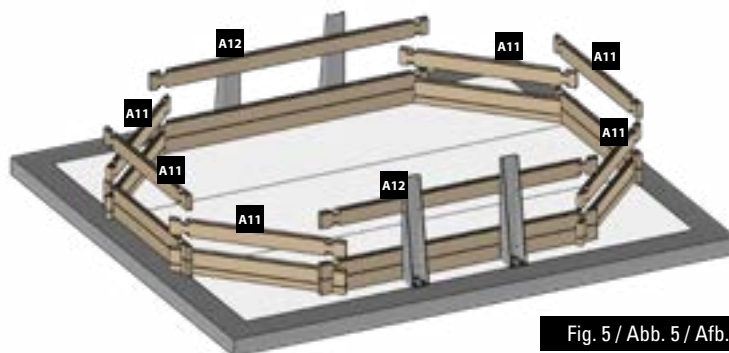

Fig. 5 / Abb. 5 / Afb. 5
3rd LAYER OF BOARDS: Install the third layer of boards as shown in figure 5. The position of the refilling fitting with the key and the skimmer should be defined at the start of the assembly (read the specific paragraphs).
3ÈME RANGÉE MADRIERS : Positionnez les madriers de la 3ème rangée conformément à la figure 5. Vous devez avoir déterminé l'emplacement de la buse de refoulement et du skimmer dès le début du montage (voir paragraphes spécifiques).
3. BRETTERREIH: Platzieren Sie die Bretter der dritten Reihe laut Abb. 5. Zu Beginn der Montage müssen Sie die Lage des Druckventils und des Skimmers festlegen (lesen Sie hierzu die entsprechenden Abschnitte).
3ª RIJ PLANKEN: Plaats de planken van de derde rij zoals te zien is op afbeelding 5. U moet al bij aanvang van de montage bepalen op welke plaats het uitstroommondstuk en de skimmer moet komen (less de betreffende paragrafen).